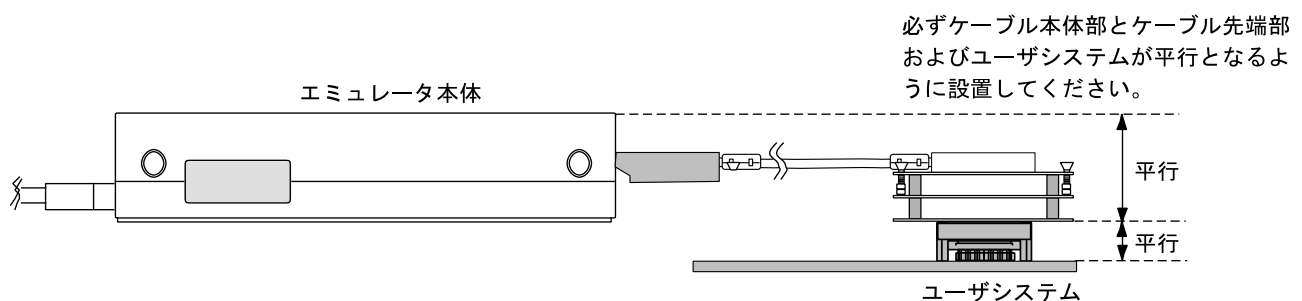

図11 設置例
- (1) ユーザシステムへの接続時には1ピン位置に十分注意して、誤接続は絶対にしないでください。
- (2) 本ユーザシステムインタフェースケーブルを使用する場合の推奨マウントパッド寸法は、MCU 実装用マウントパッド寸法とは異なりますので注意してください。
- (3) 本ユーザシステムインタフェースケーブルは、HS2214EPI62H エミュレータ専用ですので、他のエミュレータ本体には使用しないでください。
- (4) ケーブル本体部が断線する可能性がありますので、本ユーザシステムインタフェースケーブルの上に重いものや金属等の角の尖ったものを置かないでください。
- (5) ユーザシステムに接続した状態では、ユーザシステムインタフェースケーブル、特にケーブル先端部に無理な力が加わらないように注意する必要があります。図11の設置例を参照してご使用ください。